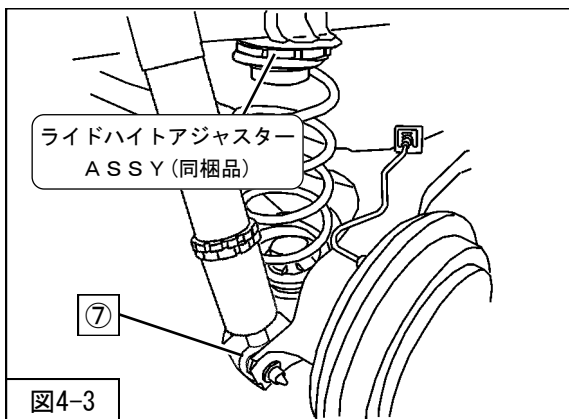
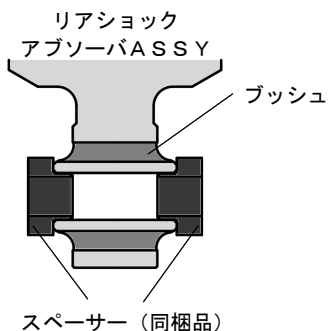

図4-3
図4-4
- 5. アクスルビームをジャッキで下から支えながら、ラバーシート(同梱品)ライドハイトアジャスターASSY(同梱品)リアスプリング(同梱品)ロアマウンティングラバー(純正部品加工)を車両に取付けてください。(図4-3)
- 6. スペーサー(同梱品)をリアショックアブソーバASSY下側のブッシュ両端に取付け、⑦リアショックアブソーバASSYロア取付ボルト(締付トルク: 54N・m)を取付けてください。(図4-3・図4-4)